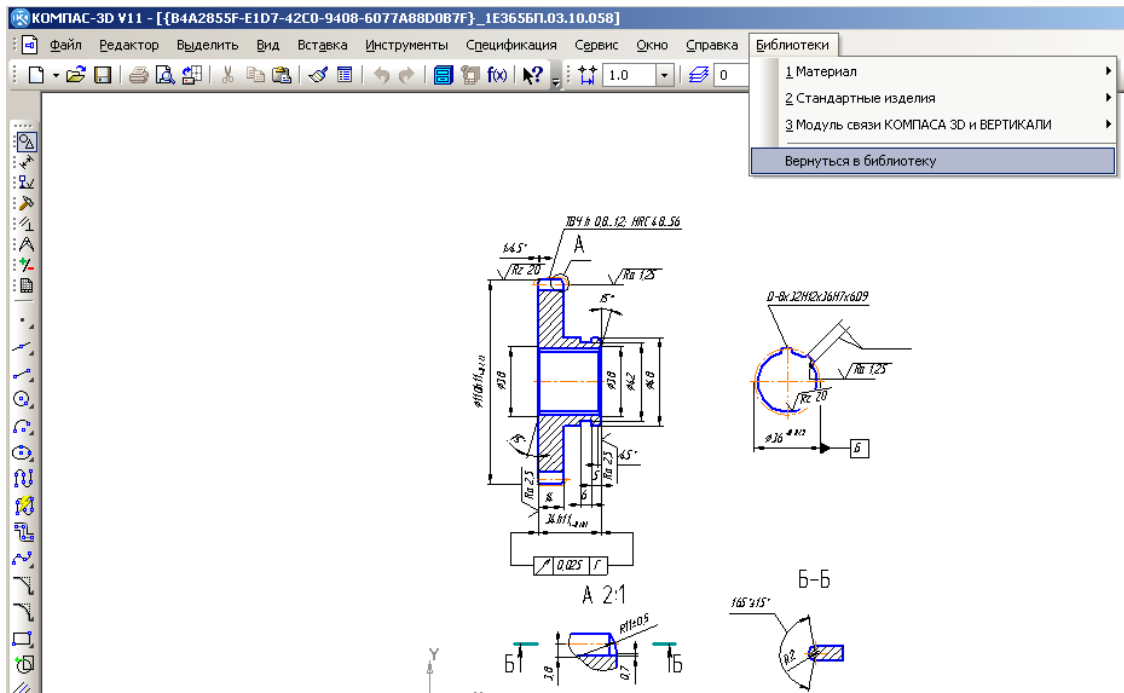

Рис.10
13. Выполните команду **Библиотеки – Вернуться в библиотеку** (рис. 10).